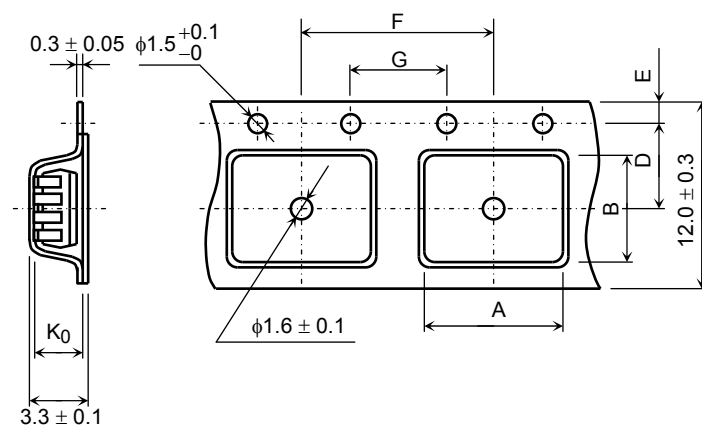

図 2 テーピング形状
- (1) テープ材質: プラスチック (静電防止仕様)
(2) 寸 法: 図 2 および表 2 に示します。